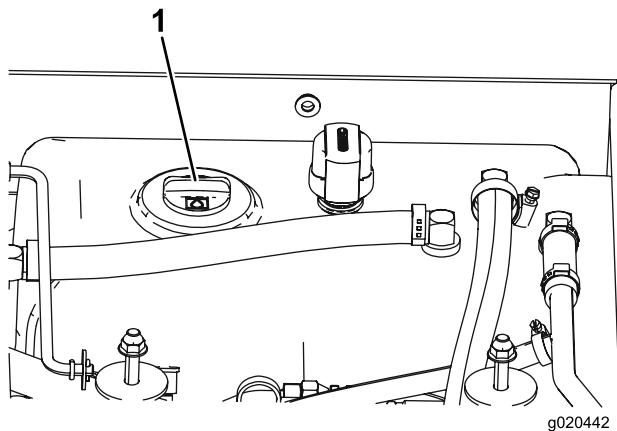

Figura 11
3. Limpe a zona em redor do tubo de enchimento e da tampa do depósito hidráulico (Figura 11). Retire a tampa do tubo de enchimento.